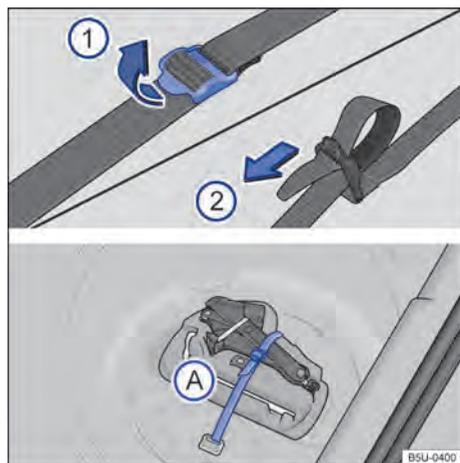

Fig. 105 No compartimento de bagagem: cinta de fixação da caixa de ferramentas e caixa de ferramentas de bordo.
Para soltar a cinta de fixação → Fig. 105 (A), puxar a fivela no sentido da seta ①.